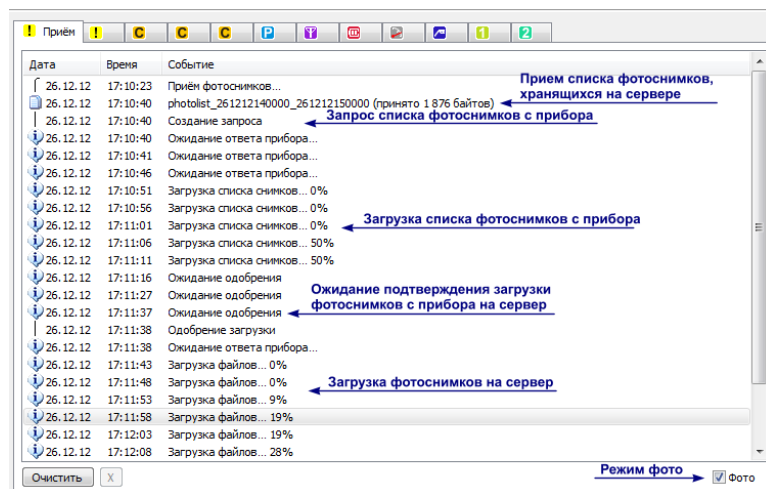

Рис.71 – Вкладка Прием. Прием фотоснимков.
4. Диспетчерская программа запросит с прибора список фотоснимков за выбранный период. Процесс приема фотоснимков отображается на вкладке **Прием** в режиме **Фото** (рис.71). Вначале запрашивается список снимков, хранящихся на сервере. Затем загружается список снимков, хранящихся в приборе. Получение ответа от прибора и загрузка списка может занять некоторое время. Процесс загрузки списка отображается в строке состояния, расположенной в нижней части окна **Приема фотоснимков**.